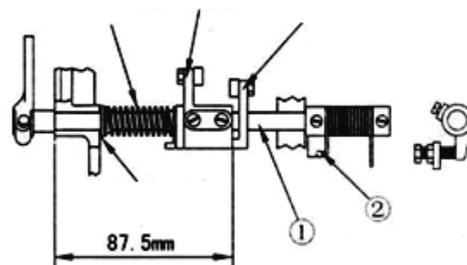

FIG. 31
3. Eixo da alavanca do came do cortador de linha (Fig. 31)